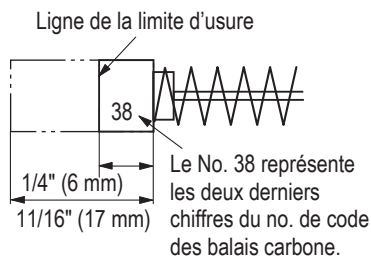
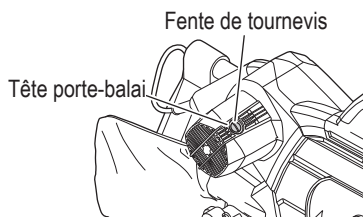

Fig. 51
Fig. 52
2. Inspecter les balais carbone (Fig. 51 et Fig. 52)
En conséquence, inspecter périodiquement les balais en carbone et les remplacer lorsqu'ils ont atteint la limite d'usure comme indiqué à la Fig. 51.
Les balais carbone sont faciles à retirer ; pour cela, retirer les têtes porte-balai (voir Fig. 52) avec un tournevis à tête plate (signe moins).
Lors du remplacement des balais carbone, utiliser uniquement des balais carbone metabo HPT dont le n° «38» représente les deux derniers chiffres du n° de code (voir Fig. 51). Si vous utilisez d'autres balais carbone, le frein électrique ne fonctionnera pas.